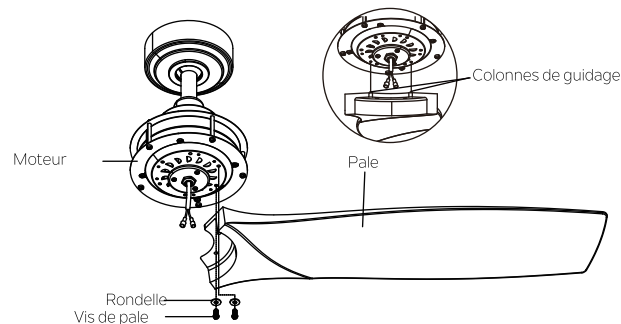

Fig. 17
Étape 1. Fixez sans serrer la pale au moteur avec les rondelles et les vis que vous trouverez dans le sac de matériel pour la fixation des pales. Serrez ensuite pour fixer une fois que deux vis sont installées. (Fig.17)
REMARQUE: Les colonnes de guidage sont installées sur la pale pour faciliter l'alignement de la pale avec le moteur. (Fig.17)